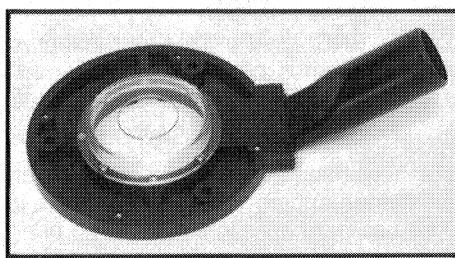

Fig. 3
2. Utilice dos tornillos No. 8-32 x  $\frac{1}{2}$ " (del paquete de tornillería) para montar el conector de manguera en la base de aspiración (ver la Fig. 3).